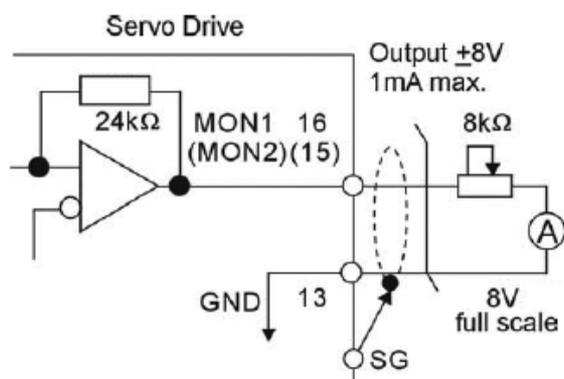

Fig. 1. Uscite analogiche.
Le uscite MON1 (16) e MON2 (15) possono essere utilizzate per monitorare in tensione due tra i parametri del drive o del motore, intervenendo su P0_03 (Analog Monitor Output) per selezionare il comando e P1_04 / P1_05 per i fattori di scala. La tensione di uscita è riferita alla massa di potenza (fig. 1).